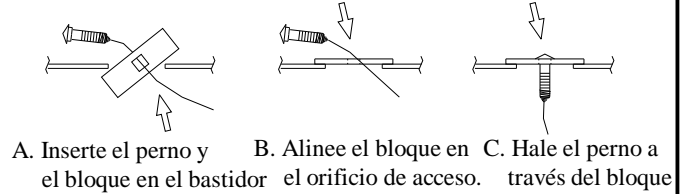

Figura 4
- Inserte el espaciador y el perno de carruaje de 7/16" a través del orificio de acceso modificado en el paso 4 y hacia abajo a través del orificio central en cada larguero del bastidor (ver figura 3). Inserte los bloques restantes y los pernos de carruaje en los orificios de acceso y deje caer de nuevo hacia abajo a través de los orificios, verificando que los bloques se extiendan a ambos lados del orificio (ver Figura 4).